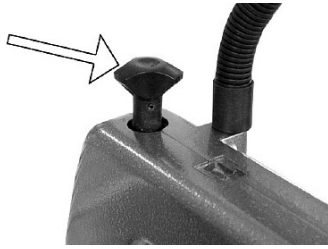

Abb. 11: Sägeblatt entspannen
Schritt 3: Den Sägeblattschutz nach oben klappen und das Sägeblatt entspannen (Abb.11).
Schritt 5: Das Sägeblatt spannen (Abb.11) und den Sägeblattschutz nach unten klappen.